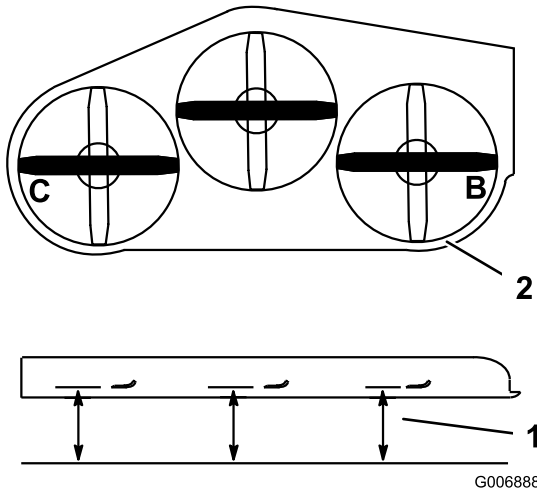

Bild 74
- Messen Sie von einer ebenen Fläche bis zu den Stellen **B** und **C** an den Schnittkanten der Messerspitzen (**Bild 74**).